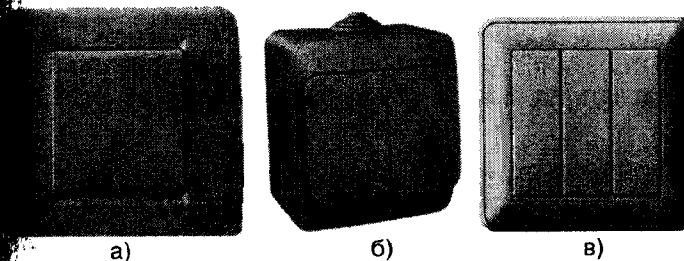

Рисунок 17. Выключатели: а) одноклавишные; б) двухклавишные; в) трехклавишные
- 2) одно-, двух- или трехклавишные (рис. 17);